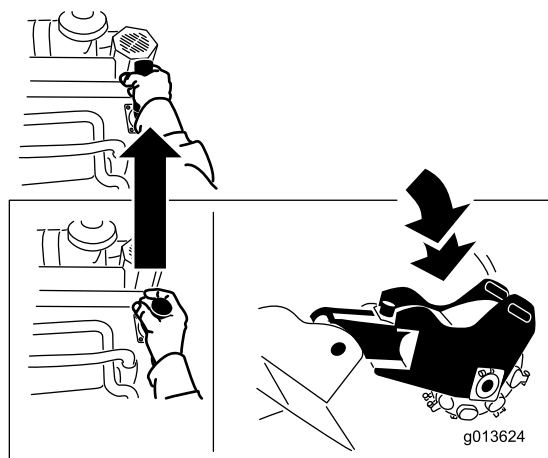

Figura 14
- Para bajar la destaconadora, empuje la palanca hacia adelante (Figura 14).